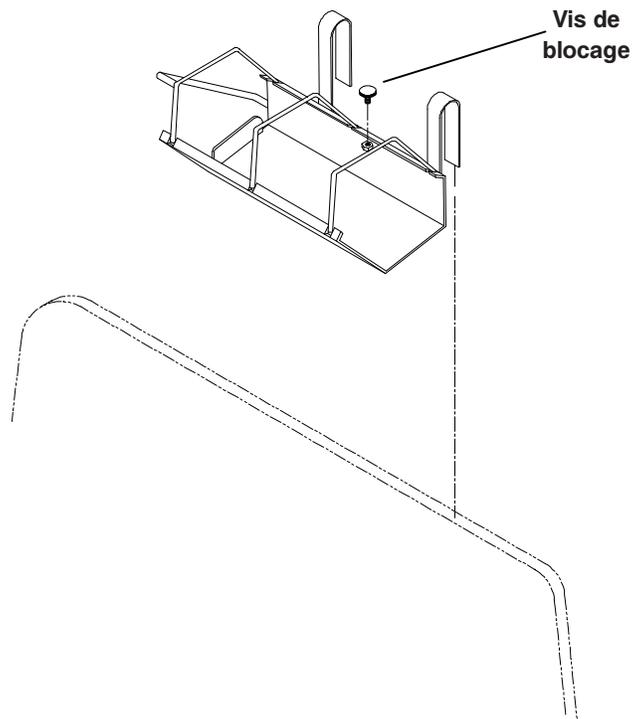

Figure 1
1. Accrochez le support de bouteille sur le panneau de tête ou de pied à l'aide de ses crochets (voir Figure 1).